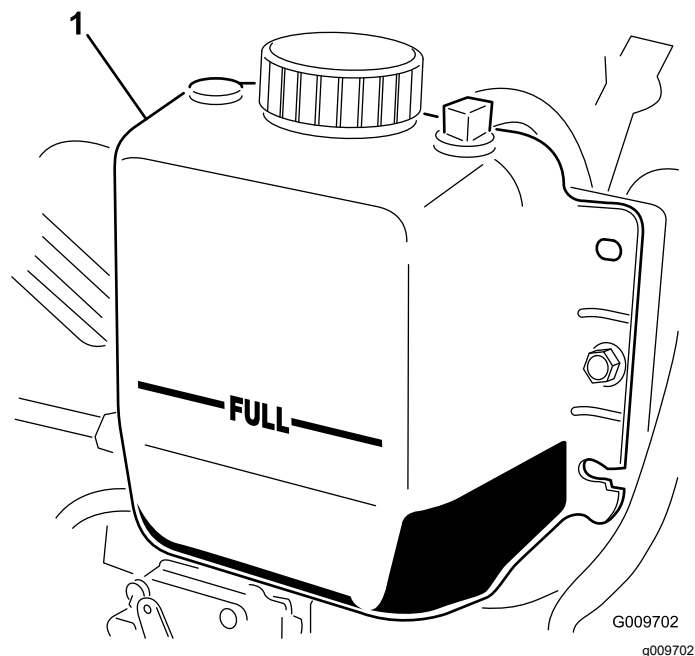

图 72
3. 检查散热器冷却液液位。散热器中的冷却液应添加至加液口颈的顶部而膨胀水箱中的冷却液应添加至已满标记处图 72。